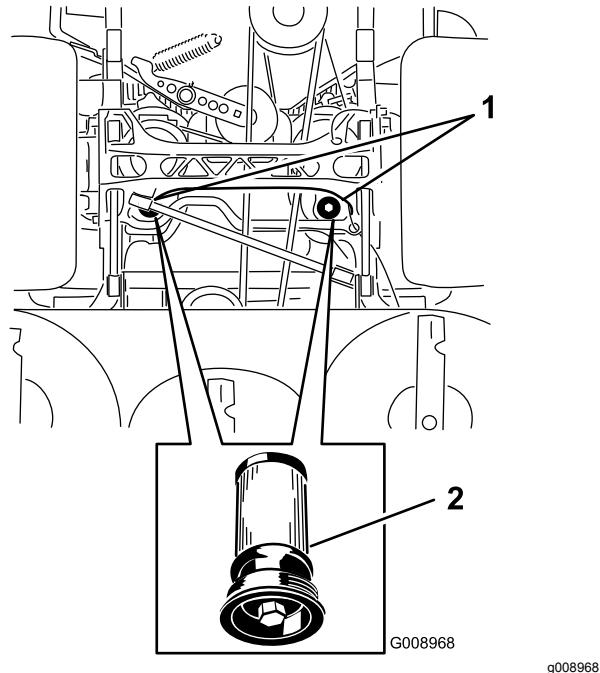

Figura 85
5. Coloque un recipiente debajo del filtro, retire el filtro usado y límpie la superficie (Figura 85).
- 6. Aplique una capa fina de fluido hidráulico a la junta de goma del filtro nuevo (Figura 85).